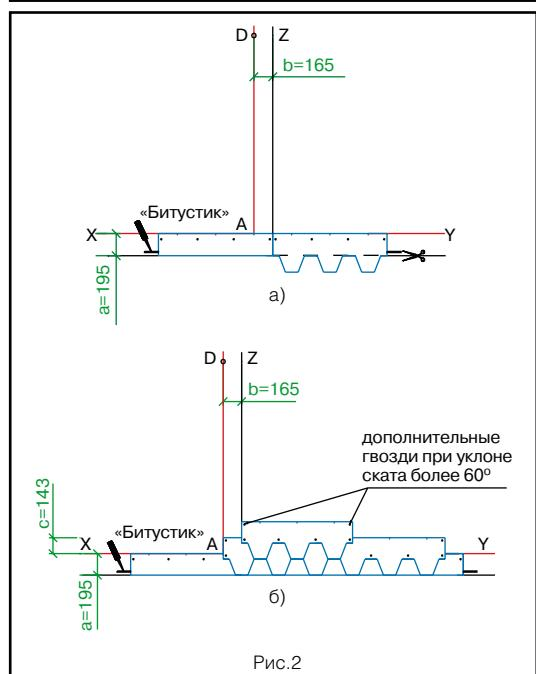

Рис.2
## Укладка материала (рис. 2)
- Начальный ряд формируется из листов черепицы МОЗАИКА с обрезанными лепестками. Полученные таким образом полосы шириной 19,5 см укладываются по линии карниза в обе стороны от линии Z (рис. 2а) и фиксируются по нижнему краю битумной мастикой «Битустик», а по верхней кромке 4 гвоздями (ось гвоздей на 5 см ниже верхнего края полосы);
- далее первый ряд черепицы укладывается от линии AD (рис. 2б);
- второй ряд укладывается от линии Z (со смещением 16,5 см от AD) (рис. 2в);